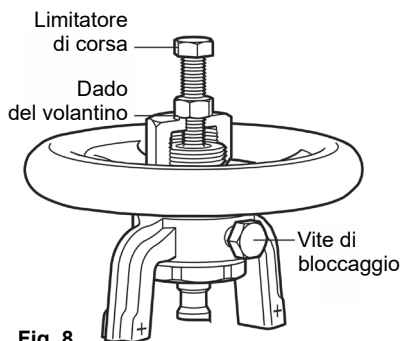

Fig. 8
- 5.4** Le valvole BSAT sono equipaggiate con un otturatore a caratteristica modulante per assicurare la possibilità di regolare agevolmente la portata di passaggio. Il numero di giri del volantino permetterà di fissare la portata di erogazione. Una volta ottenuta la portata richiesta, serrare la vite di blocco ed eventualmente posizionare il limitatore di corsa (vedere la Fig.8). Questa operazione minimizzerà gli effetti di eventuali vibrazioni. La variazione dei coefficienti di portata in funzione dell'apertura della valvola, numero delle rotazioni del volantino, è visibile sulla tabella di seguito riportata.